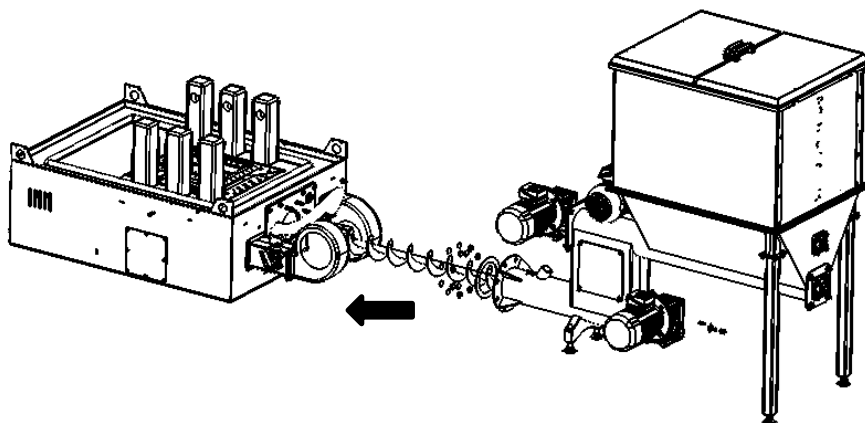
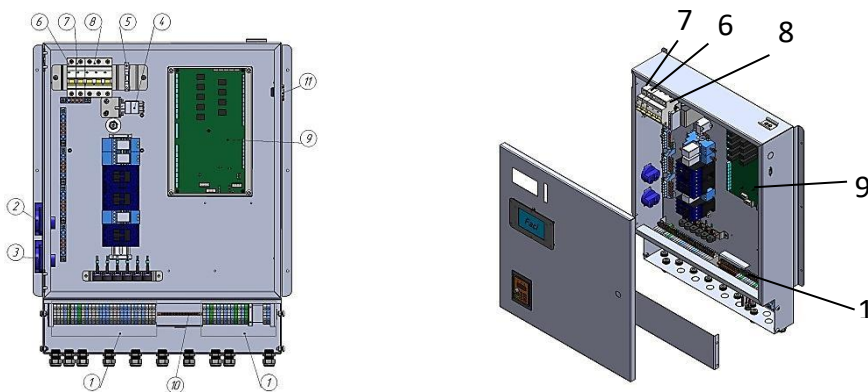

РИС. 16
РИС. 24
- 1) Выставляем корпус котла на ровную, очищенную от мусора поверхность, учитывая расстояния от препятствий при монтаже (см. рис. 24).
- 2) Горелка для FSS 386 (455) является съемной.
- Между топливоподачей и основанием котла установите резиновую прокладку, входящую в комплекте (рис. 16).